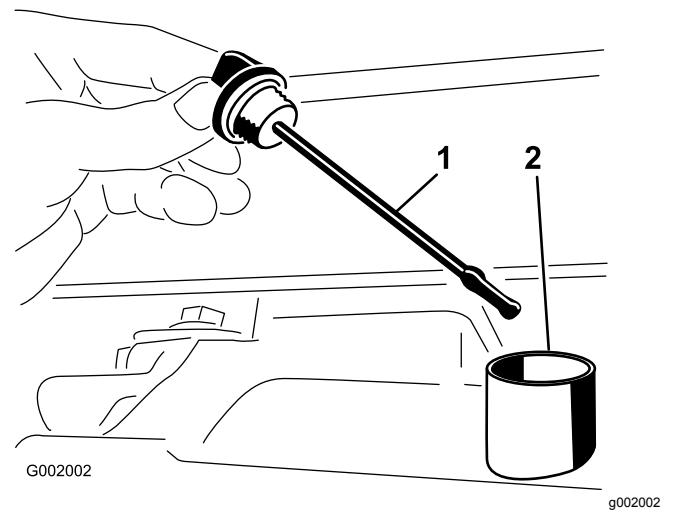

Figura 49
2. Togliete l'asta di livello dal transaxle ed asciugatela con un panno pulito (Figura 49).